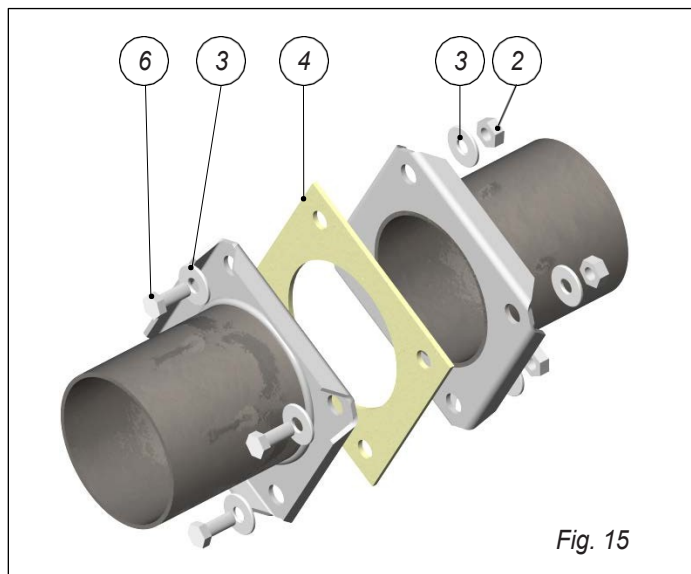

Fig. 15
d) Introduceți câte o garnitură pe fiecare conexiune între țevile circuitului (fig. 15), strângeți prin șuruburi și șaibe (fig. 16).